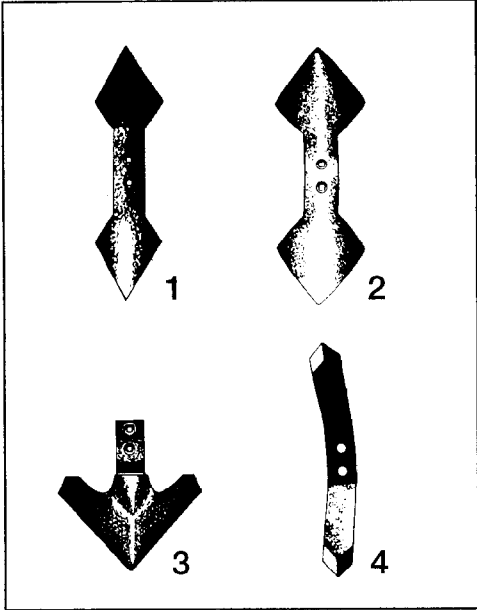

Fig.5
**Scharauswahl** - am normalen Grubberzinken sind folgende Schare anschraubbar (Fig. 5):